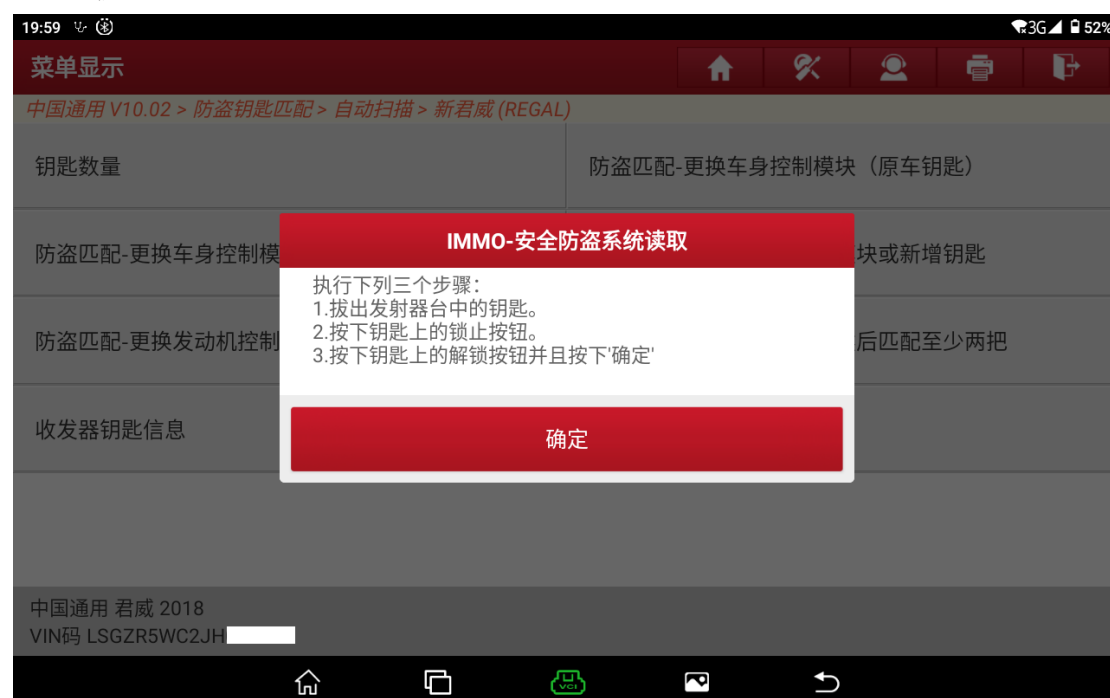

图 37
37. 拔出发射器中的钥匙，按下钥匙上的锁住按钮，然后按钥匙上的解锁按钮，再按下确定，如图 37。